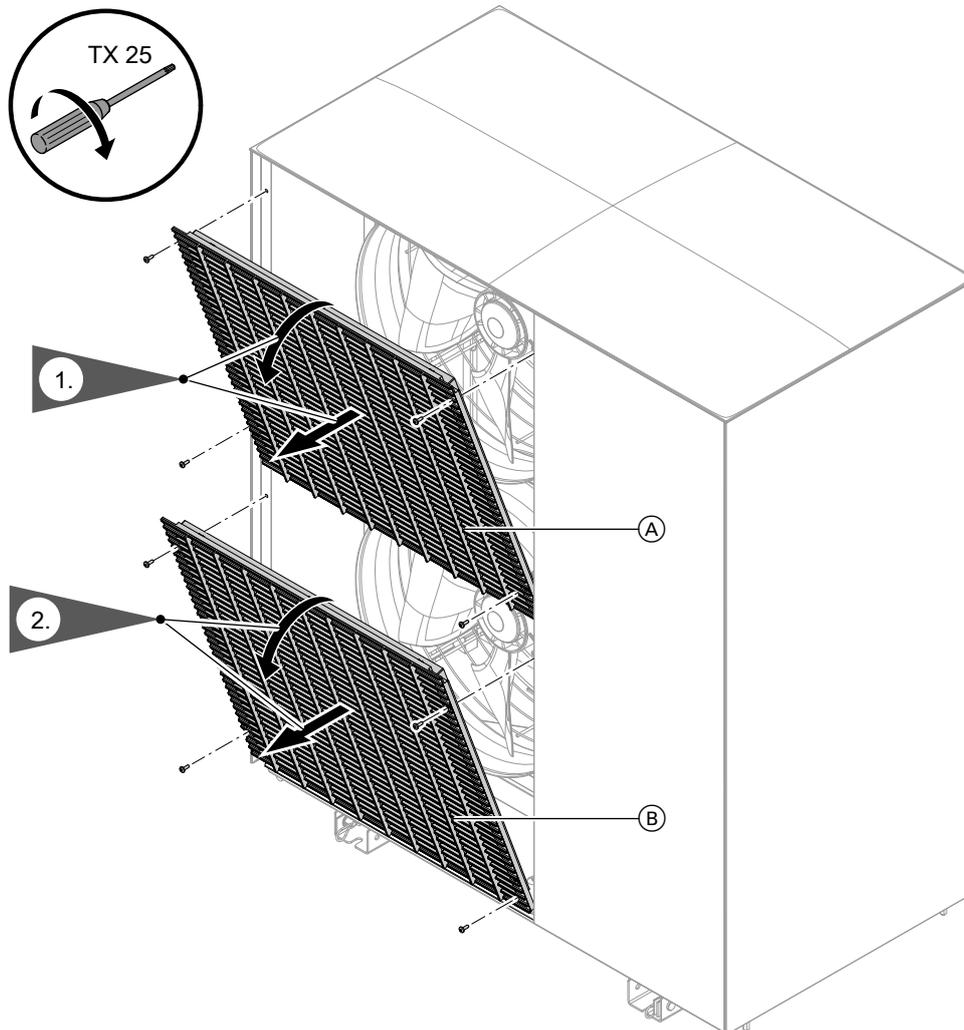

Abb. 99
2. Schutzgitter Ventilator abbauen: Siehe Abb. 99.
- 4. Schutzgitter Ventilator und Deckel abbauen: Siehe Abb. 99 und 98.
2. Schutzgitter Ventilatoren abbauen: Siehe Abb. 99.